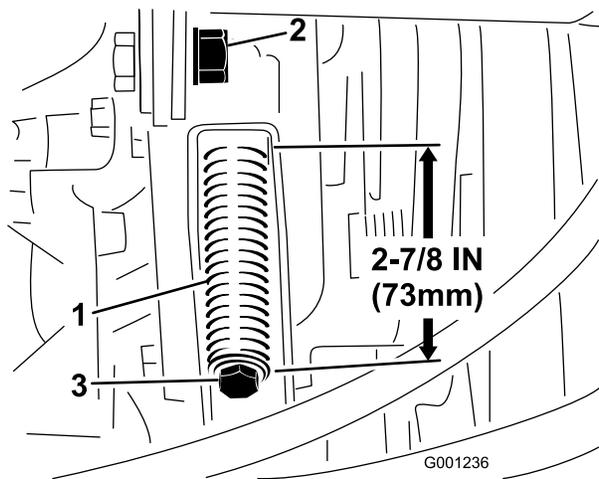

図 64
3. テンション・ロッドのジャムナットをゆるめる (図 64)。
4. テンション・スプリングの調整には1/2 インチ・レンチを使う (図 64)。テンション・スプリングの長さを 73 mm に調整する。
4. 1/2 インチのレンチを使ってテンション・スプリングを完全にゆるめる (図 64)。
6. 新しい PTO ベルトを取り付け、レンチでスプリングの長さを 73 mm に調整する (図 64)。
7. ジャムナット (図 64) を締め、フードを閉める。